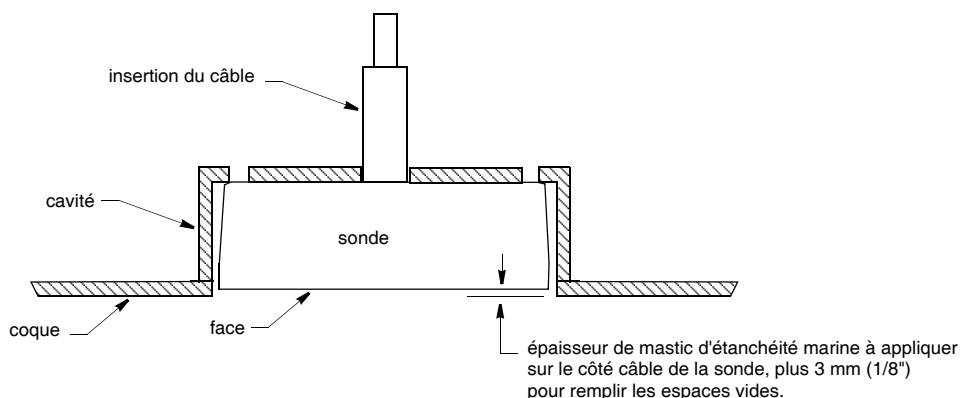

Figure 2. Pose à sec
3. Depuis l'extérieur de la coque, enfillez le câble de sonde dans le trou de la cavité de pose (figure 2). Enfoncez la sonde aussi profondément que possible dans la cavité.